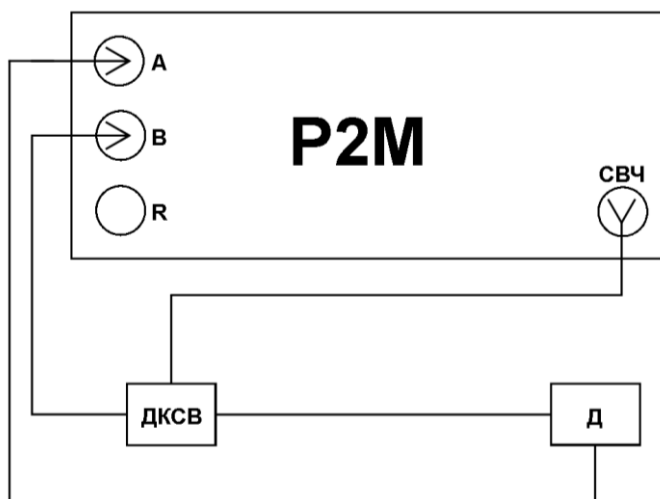

Рисунок 12. Проведение калибровки в режиме измерения модуля КП.
12. Далее выбрать в главном меню *Калибровка* -> *Калибровка...* В окне «Мастер калибровки» выбрать «Модуль КП». Подключить СВЧ-выход датчика КСВ к детекторной головке по схеме, приведенной на рис. 12, провести калибровку, следуя указаниям Мастера калибровки, рис. 13.